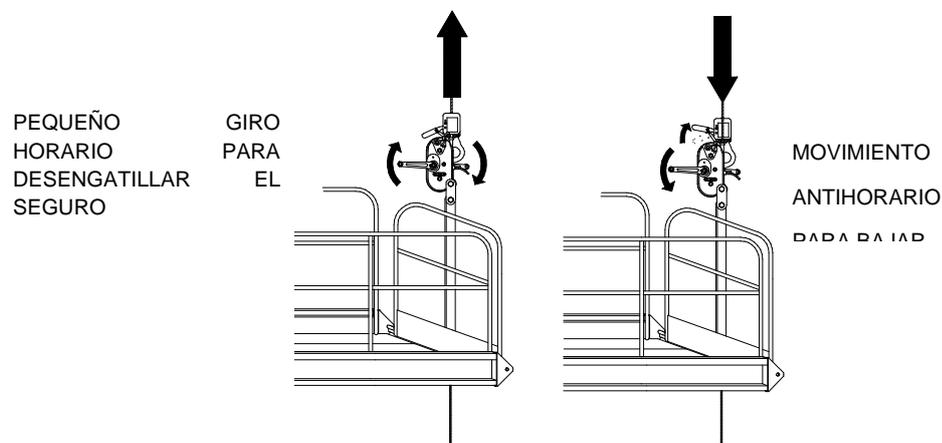

Fig. 3-5 Bajada en CO-500 y T-500
- Girar la Manivela del Aparejo de Elevación un poco hacia la derecha (en el sentido de las agujas del reloj) para desengatillar el seguro. (Ver Fig. 3-5 izquierda).
- Con la Palanca del Seguricable levantada, accionar la Manivela hacia la izquierda (en sentido contrario a las agujas del reloj). (Ver Fig. 3-5 derecha).